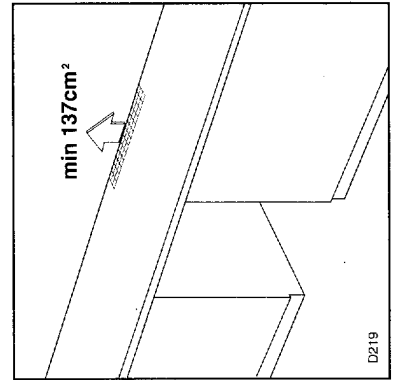

Abb. 5
**Anmerkung:** Die auf den oberen Scharnieren vorgesehene Bohrung (F) gestattet die Befestigung des Gerätes mit Hilfe von zwei Schrauben an der Arbeitsfläche der Einbauküche.
**Wichtig:** Um ein gutes Funktionieren des Gerätes zu gewährleisten, ist auf der Arbeitsplatte der Einbauküche eine Mindestöffnung von 137 cm2 (Abb. 5) vorzusehen.